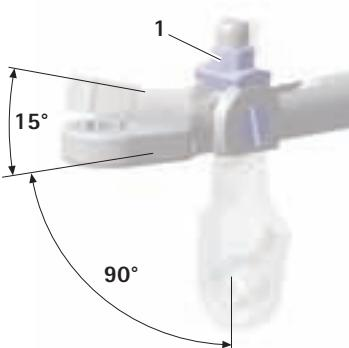

Рис. 3
- ▶ Установить Т-образный ключ H под желаемым углом и затянуть шестигранник 1 по часовой стрелке, см. Рис. 3.